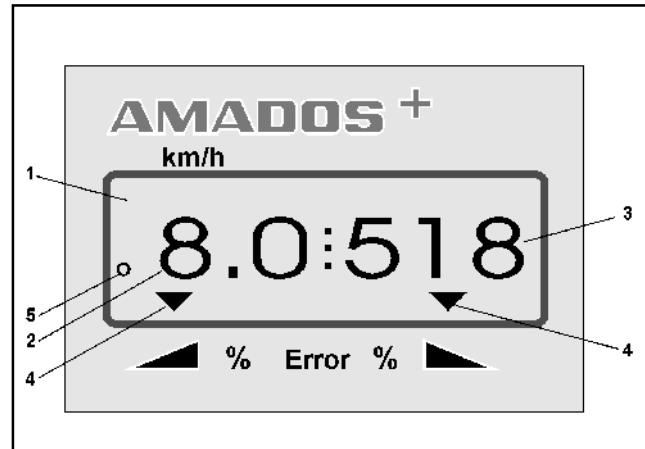

Рис. 1
AMADOS⁺ оснащен 6-разрядным дисплеем (Рис. 1/1). В рабочем положении орудия на дисплее отображается:
- фактическая скорость движения (Рис. 1/2) в [км/час],
- фактическая норма внесения (Рис. 1/3) в [кг/га] и
- контрольные элементы функций (Рис. 1/4), как, например, открыты левая и правая шиберные заслонки.
В левом краю дисплея дополнительно имеется круг. Круг (Рис. 1/5) во время движения должен мигать и оповещать о том, что датчик для определения площади и пройденного пути передает импульсы на AMADOS⁺.